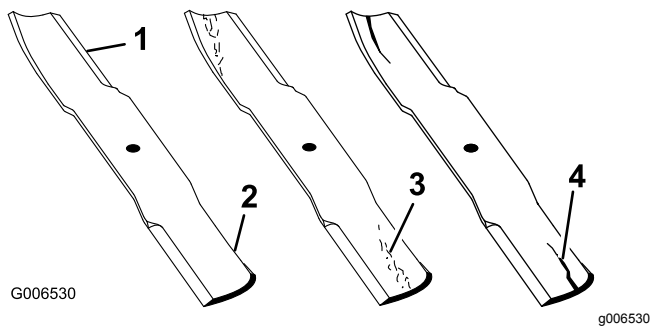

Figure 97
1. Examinez le tranchant des lames (Figure 97).
4. Remplacez immédiatement toute lame fendue, usée ou qui présente une entaille (Figure 97).